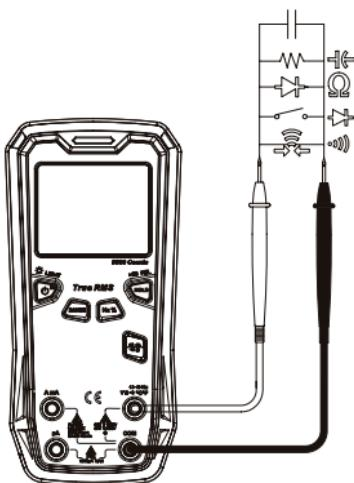

Рис. 4 Измерение сопротивления, емкости, прозвонка цепи, проверка диода
7.2 Измерение сопротивления (см. рис. 4)
7.3 Прозвонка электрических цепей (см. рис. 4)
7.4 Проверка диодов (см. рис. 4)
7.5 Измерение ёмкости (см. рис. 4)